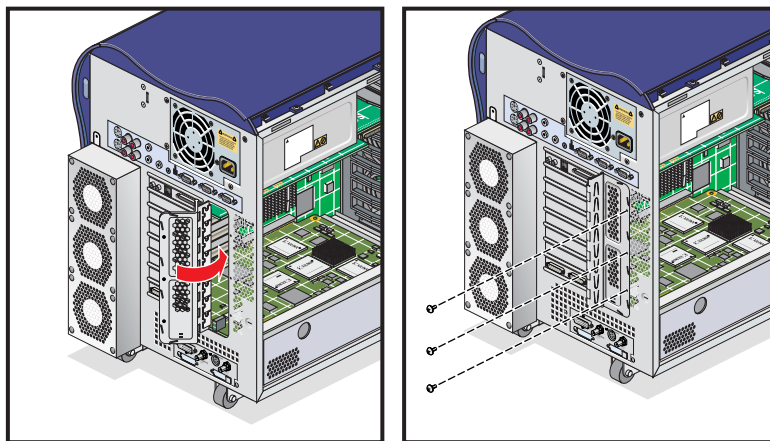

図 3-21 PCIゲートを閉じる
3. IO9 ボードが PCI ゲートに正しく合っていることを確認します。ゲートを閉じ 3 本のねじを取付けて、筐体に固定します (図 3-21 を参照)。